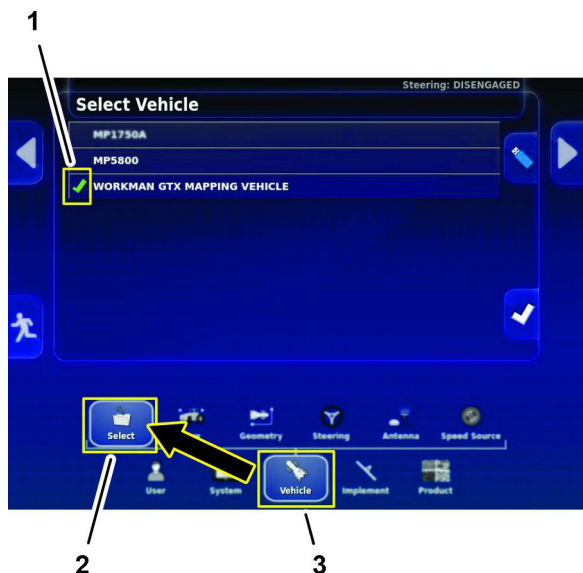

Figura 202
1. No ecrã de configuração, pressione o ícone VEÍCULO e, em seguida, o ícone SELECIONAR (Figura 202).